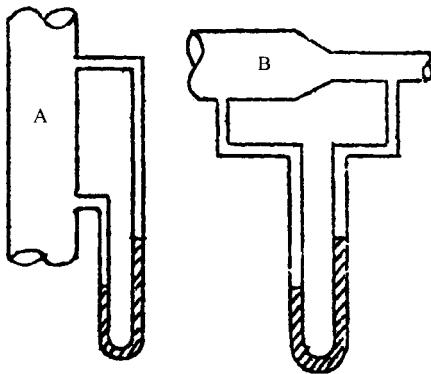
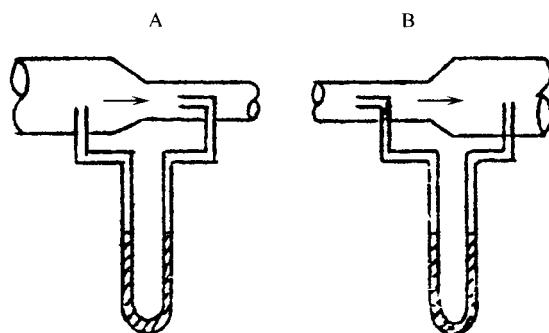

图 1-9
图 1-10
- ① 甲对 ② 乙对 ③ 丙对 ④ 甲、乙都对
① 上游截面处流速 ② 下游截面处流速
③ 小管中流速 ④ 大管中流速
63. 如图 1-9 所示,A、B 两管段中均有液体流过,从所装的压差计显示的情况,能判断_____。
① A 管段内流体的流向 ② B 管段内流体的流向
③ A、B 管段内流体的流向 ④ 无法作出任何判断
64. 如图 1-10 所示,A、B 管段流过气体(视为理想流体)时,连接在 A、B 上的压力差计所显示的情况_____。
① A 不可能 ② B 不可能 ③ A、B 都可能 ④ A、B 都不可能出现